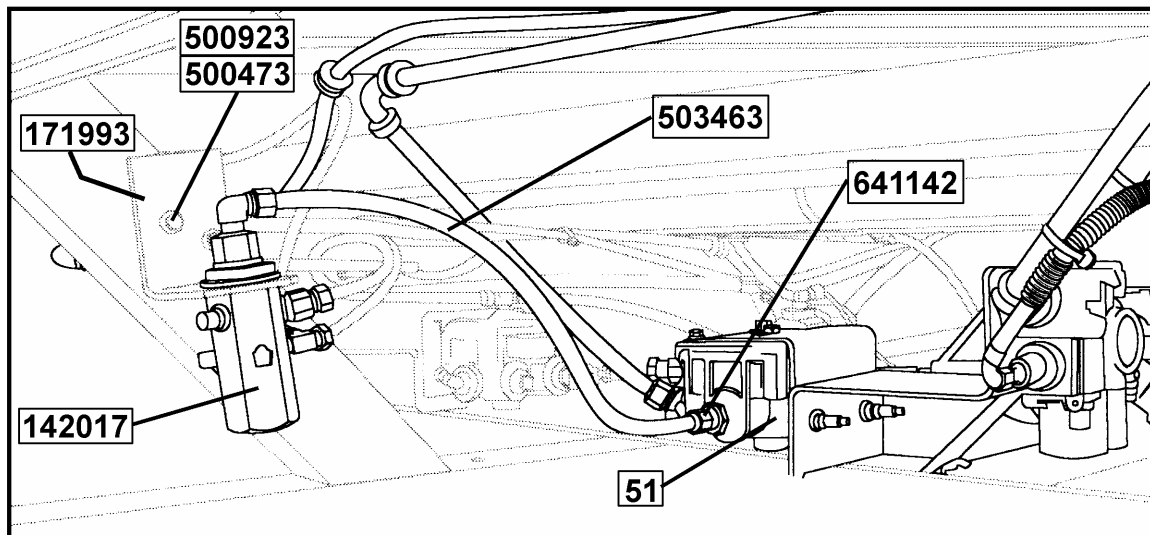

FIGURE 5 : LOCALISATION DE LA SOUPE D'INVERSION DE LA LOGIQUE
Remarque : Utiliser les figures 5, 6, 7 et les schémas pneumatiques D-140198 p.2, D-140199 p.2 et D-140253 pour faciliter la localisation et l'installation des divers appareils.
2. Enlever le bouchon et visser un raccord droit (Prévost #641142) sur la soupape #51, installer un tube de plastique 3/8 po. vert (Prévost #503463) entre la soupape d'inversion et la soupape #51 (voir fig. 5).
Remarque : Utiliser les figures 5 et 6 et les schémas pneumatiques D-140198 p.3 et D-140253 pour faciliter la localisation et l'installation des divers appareils.
2. Enlever le bouchon et visser un raccord droit (Prévost #641142) sur la soupape #51, installer un tube de plastique 3/8 po. vert (Prévost #503463) entre la soupape d'inversion de la logique et la soupape #51 (voir figure 5).